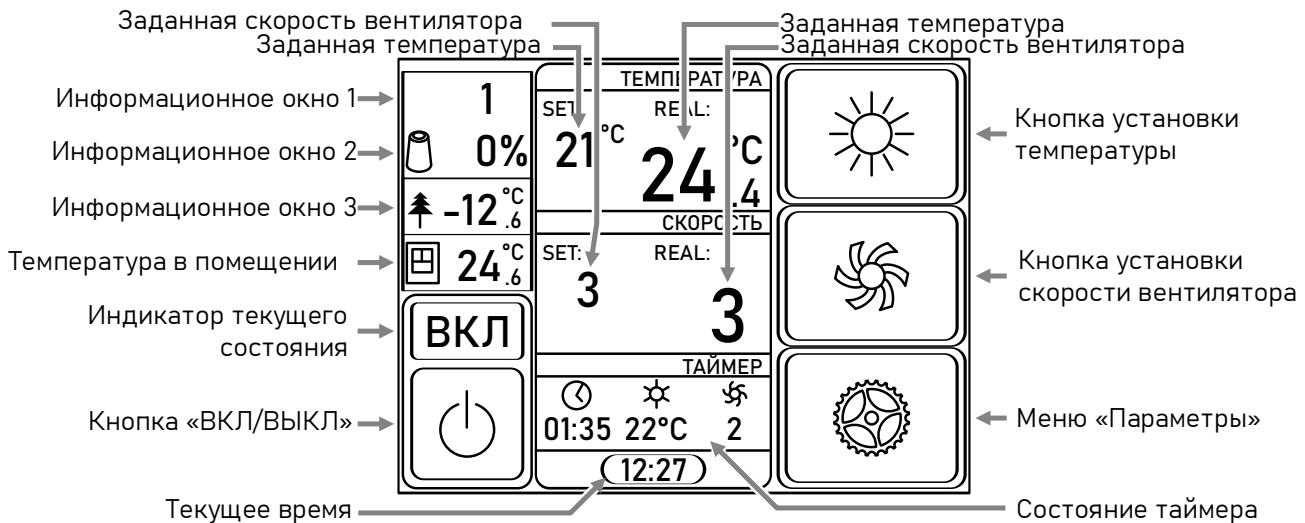
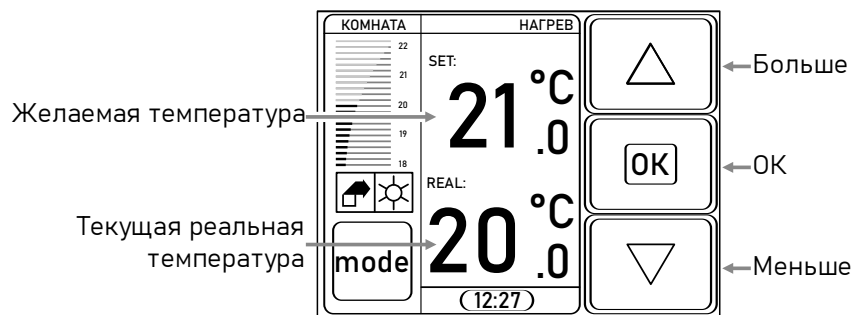

Рисунок 8 - Экран основного меню
Рисунок 9 - Экран выбора температуры
3.3.3 Для перехода в основное меню (Рисунок 8) нужно нажать на любую часть экрана.
3.3.5 Для выбора желаемой температуры приточного воздуха необходимо на экране основного меню нажать на кнопку выбора температуры (Рисунок 8). После этого на экране выбора температуры (Рисунок 9) выбрать кнопками «Больше» и «Меньше» желаемую температуру и нажать «ОК», появится экран основного меню.
3.3.6 Для выбора желаемой скорости вентилятора на экране основного меню (Рисунок 8) нужно нажать кнопку установки скорости вентилятора. В открывшемся меню установки скорости вентилятора (Рисунок 10) кнопками «Больше» и «Меньше» желаемую скорость вентилятора и нажать «ОК», появится экран основного меню.
3.3.7 Для установки текущих даты и времени в основном меню (Рисунок 8) нажмите кнопку меню «Параметры», откроется меню параметры (Рисунок 11). На нём нажмите кнопку «Часы», появится экран установки текущих даты и времени (Рисунок 12). На нем кнопками «Больше / Предыдущий» и «Меньше / Следующий» выберите значение, которое хотите изменить и нажмите «ОК / Изменить», кнопками «Больше / Предыдущий» и «Меньше / Следующий» установите желаемое значение и повторно нажмите «ОК / Изменить». Для выхода с экрана установки текущих даты и времени нажмите «ВЫХОД»
3.3.8 Для включения работы по расписанию убедитесь, что текущие дата и время установлены правильно. В основном меню (Рисунок 8) нажмите кнопку меню «Параметры», откроется меню параметры (Рисунок 11). На нём нажмите кнопку «Таймер». На экране появится меню установки таймеров (Рисунок 13). Для включения/выключения режима работы по таймеру нажмите на «ВКЛ» или «ВЫКЛ».
3.3.12 Для настройки дополнительных параметров на экране основного меню (Рисунок 8) нажмите кнопку меню «Параметры», откроется меню параметры (Рисунок 11). На нём нажмите кнопку «Настройка», откроется меню «Конфигурация пользователя» (Рисунок 18). Навигация по меню осуществляется кнопками «Вверх», «Вниз», «Ок», «ВЫХОД». Структура меню изложена в приложении А.
3.3.13 Текущее состояние установки можно увидеть в основном меню (Рисунок 8) над кнопкой «ВКЛ/ВЫКЛ». Возможные значения индикатора текущего состояния перечислены в части 1 приложения Б.
- 3.6.1 При добавлении в систему охладителя в меню выбора температуры (Рисунок 9) становится активной кнопка «MODE»
- 4.1.1 Перед началом технического обслуживания отключите установку нажав кнопку «ВКЛ / ВЫКЛ» в основном меню (Рисунок 8).